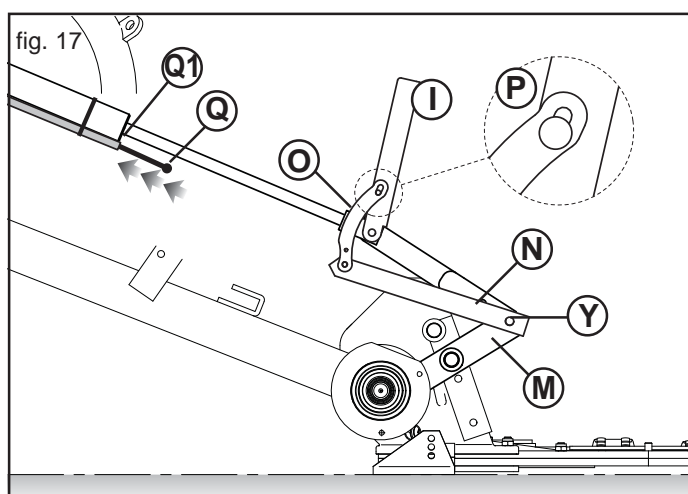

fig. 17
- 1) Placer les tringleries (M et N, Fig. 17) dans la position (Y).
- 2) Soulever l'étrier (I), comme l'indique la Figure 17, en le bloquant à l'aide de la tige (O) dans la position inférieure de la fente (réf. P, Fig. 17).
- 3) Pour éviter des inconvénients désagréables pendant la manutention de la barre de coupe, détacher le câble en acier (Q) de la tige (O) en le récupérant jusqu'à la position (Q1).